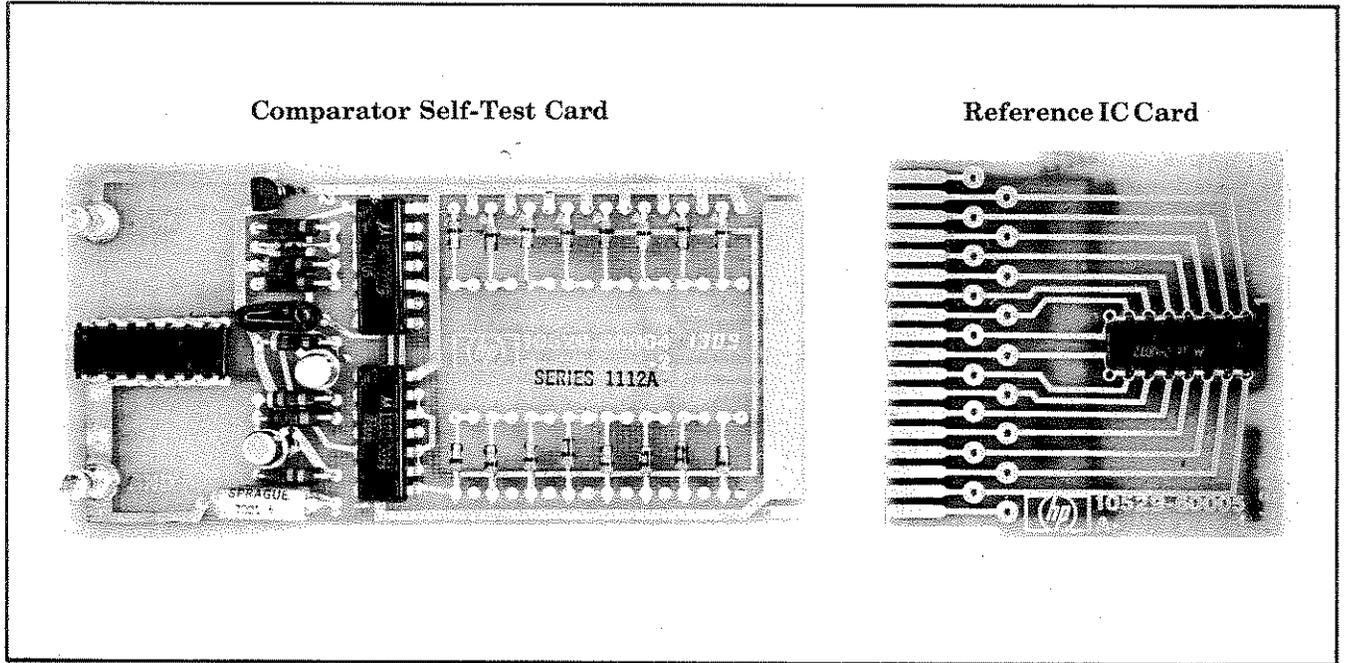

Figure 3-2. Reference IC Drawer and IC Test Clip
- b. Reference IC drawer (See Figure 3-2.)
- c. IC test clip (See Figure 3-2.)